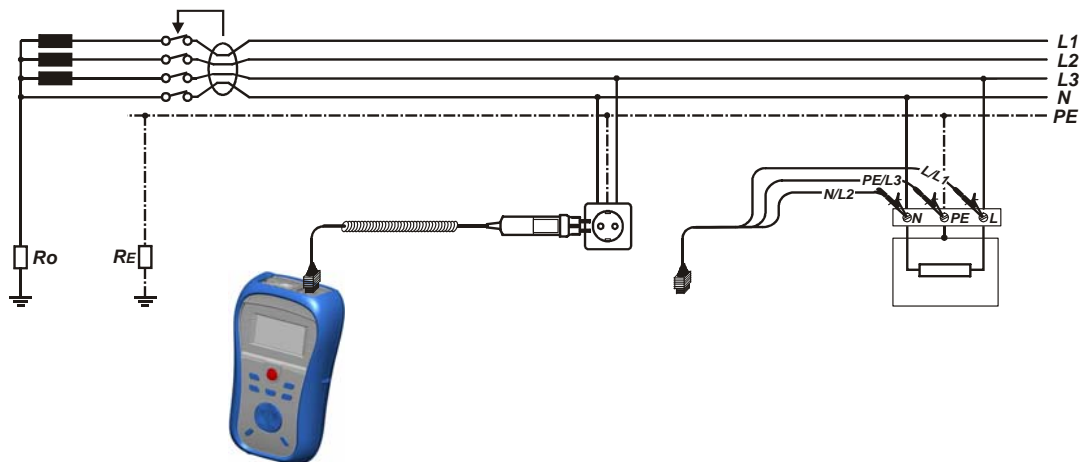

Bild 5.17: Anschluss des Plug Commanders (Netzsteckeradapter) und des Universalprüfkabels
- ❑ **Schließen** Sie die Prüfleitungen am Prüfling **an** (siehe Bild 5.17).
- ☐ **Schließen** Sie die Prüflitungen am Prüfling **an** (siehe Bild 5.17).
- ☐ **Schließen** Sie die Prüfleitungen am Prüfling **an** (siehe Bild 5.17).
<input type="checkbox"/> Wählen Sie mit dem Funktionswahlschalter die Funktion RCD . <input type="checkbox"/> Setzen Sie die Unterfunktion auf AUTO . <input type="checkbox"/> Stellen Sie (bei Bedarf) die Prüfparameter ein. <input type="checkbox"/> Schließen Sie das Prüfkabel am Instrument an. <input type="checkbox"/> Schließen Sie die Prüfleitungen am Prüfling an (siehe Bild 5.17). <input type="checkbox"/> Drücken Sie die Taste TEST , um die Messung durchzuführen.	Start der Prüfung